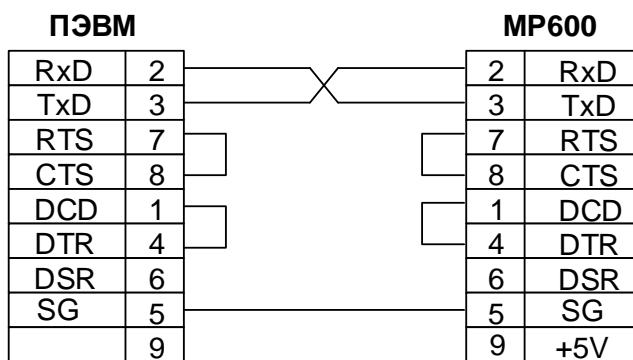

Рисунок 6.3 – Подключение к ПЭВМ с применением нуль-модемного кабеля
- применить для подключения к ПЭВМ «минимальный» нуль-модемный кабель (рисунок 6.3).